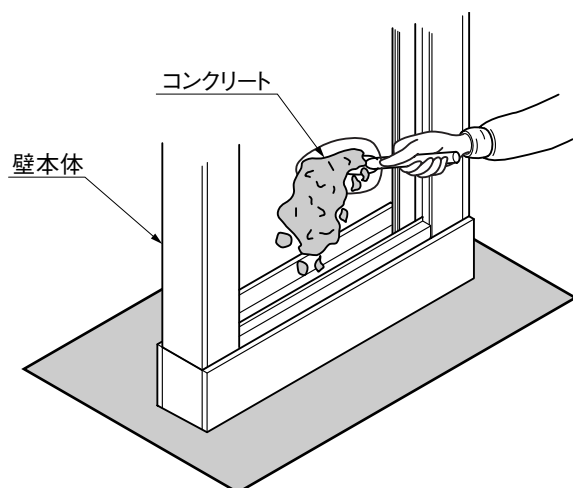

図14-2
- 壁本体高さを加工調整した場合は、壁柱内へ、G.L.の高さまでコンクリートを充てんしてください。（図14-2参照）